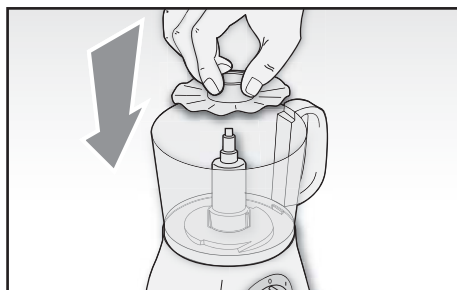

Fig. 6
Installare l'apposito accessorio (H) sul supporto lama (D) (Fig. 6).